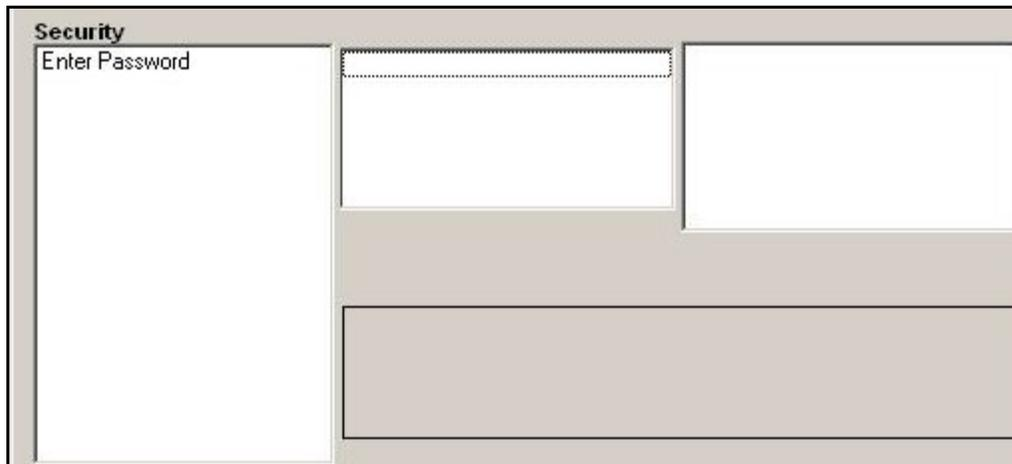

Figure 47: fenêtr Password (Mot de passe)
- Si le système est verrouillé, la fenêtre illustrée Figure 47 s'affiche.